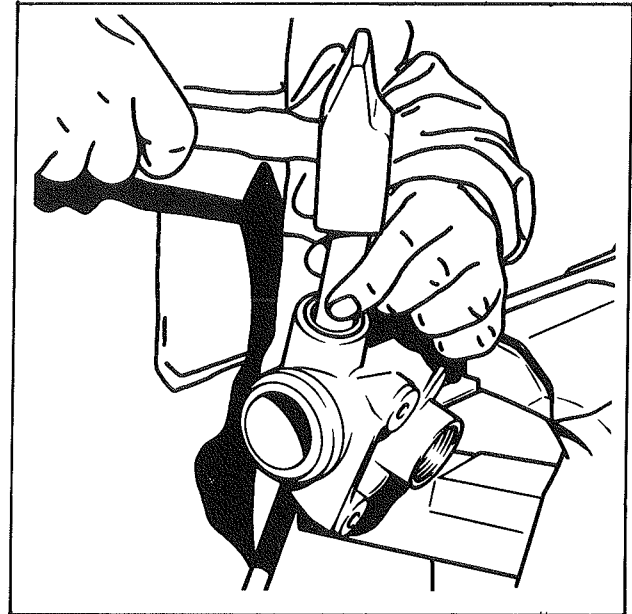

Fig. 10
- Chasser le roulement à l'aide de l'outil 20880 Z (fig. 10)